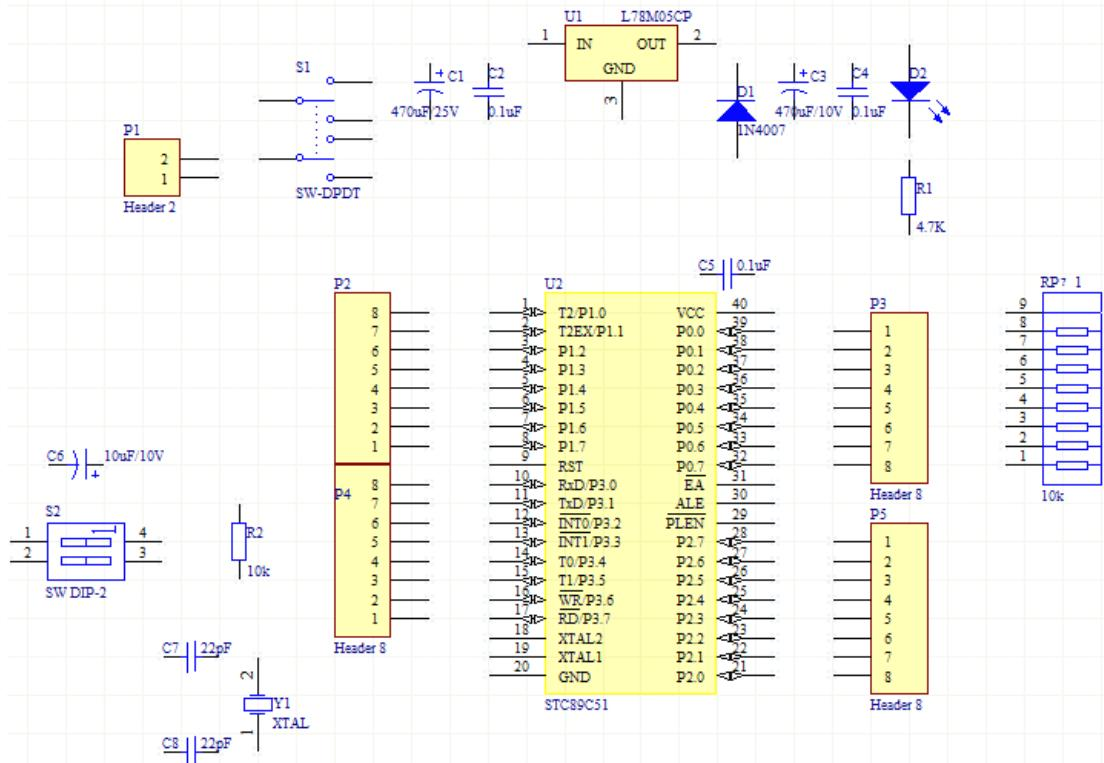

图 6-6.35 修改完元件属性后的原理图
**Step3:** 按照如上方法，对所有元器件进行修改，修改后如图 6-6.35 所示。